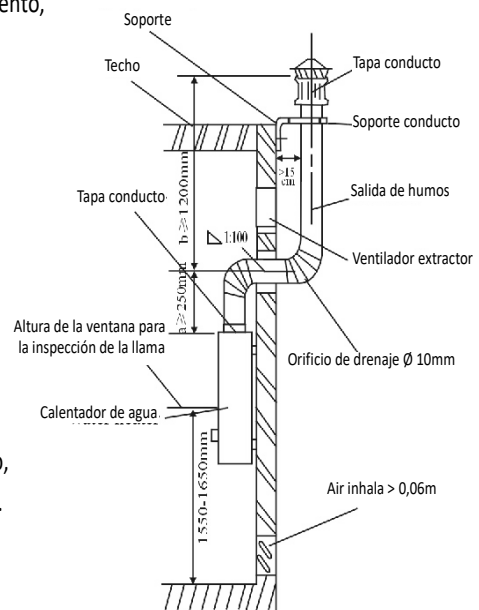

Fig. 9
- Perfore los orificios adecuados en la pared de acuerdo con las dimensiones correctas del calentador (consulte la Fig.9).
- Para la función de bloque de conducto, es necesario instalar el conducto de escape estrictamente de acuerdo con la Fig.9. Es muy importante para la dimensión  $1800\text{mm} \leq a + b \leq 2200\text{mm}$ . La hermeticidad entre el conducto de escape y el soporte del conducto debe ser correcta después de la instalación del conducto, para asegurar que el calentador de agua funcione con normalidad. (Para el modelo con protección de bloqueo de humo).